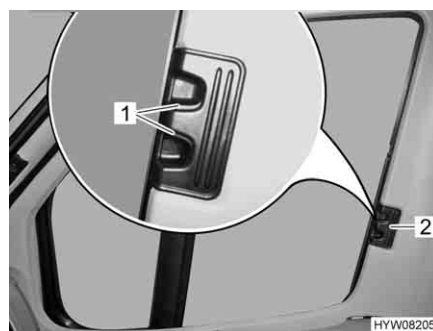

Fig. 39 Tendina oscurante pieghevole per il finestrino del conducente/passaggero
- Comprimere le levette di bloccaggio (Fig. 39,1) e mantenerle in questa posizione.
- Con la levetta (Fig. 39,2) tirare le tendine oscuranti pieghevoli per il finestrino del guidatore e del passeggero verso l'altro lato della finestra e congiungerle alle strisce magnetiche.
- Inserire fino all'arresto le tendine oscuranti pieghevoli per il finestrino del guidatore e del passeggero per la maniglia (Fig. 39,2).
- Rilasciare le levette di bloccaggio (Fig. 39,1) e mantenerle innestate.